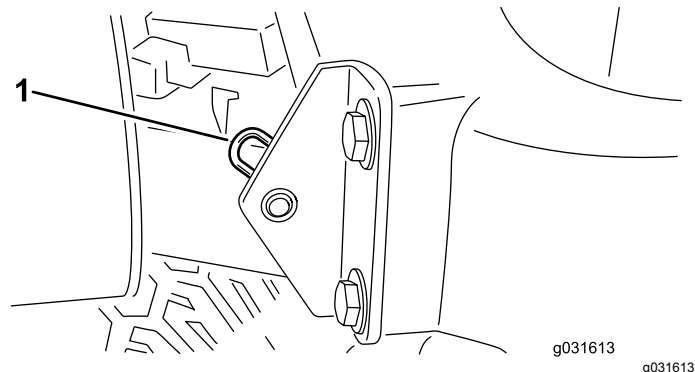

Figura 40
2. Retire el pasador que fija el pivote del capó a los soportes (Figura 40).